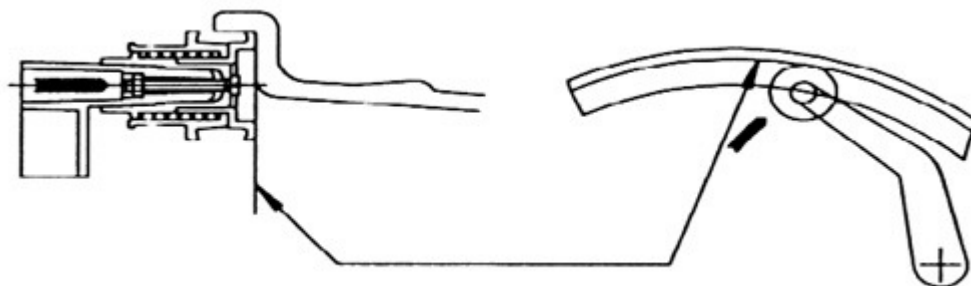

fig 6.
- Scoateti bratul de masurare in pozitia indicata in Fig 6., asezat-o pe partea superioara/interioara a jentii si observati ca pozitia bratului de masurare nu este stabila.